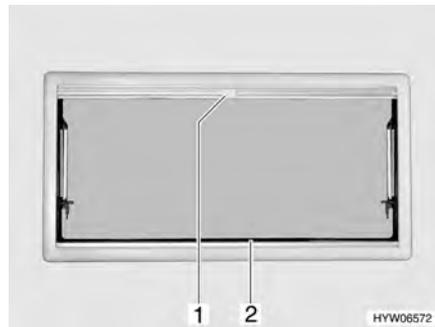

Fig. 61 Finestra apribile
- Afferrare la tendina oscurante pieghevole (Fig. 61,2) per la parte centrale della barra di presa, tirarla dal basso verso l'alto e rilasciarla nella posizione desiderata. La tendina oscurante pieghevole rimane in questa posizione.
- Tirare la zanzariera a rullo per la maniglia (Fig. 61,1) verso il basso fino a quando non si trova in contatto con la tendina oscurante pieghevole (Fig. 61,2).
- Premere la maniglia (Fig. 61,1) della zanzariera a rullo.